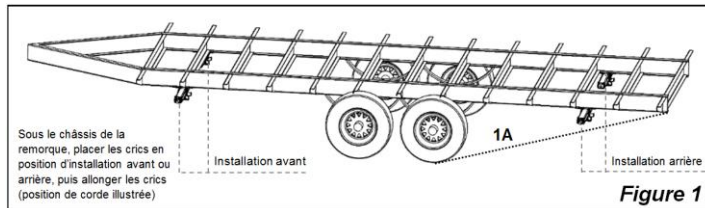

Figure 1
2. Position each Husky Scissor Jack under the trailer frame where it will be installed. Choose front or rear installation, as shown in **Figure 1**.
2. Positionner chaque cric à l'endroit approprié sous le châssis de la remorque. Choisir l'installation avant ou arrière, comme le montre la **Figure 1**.